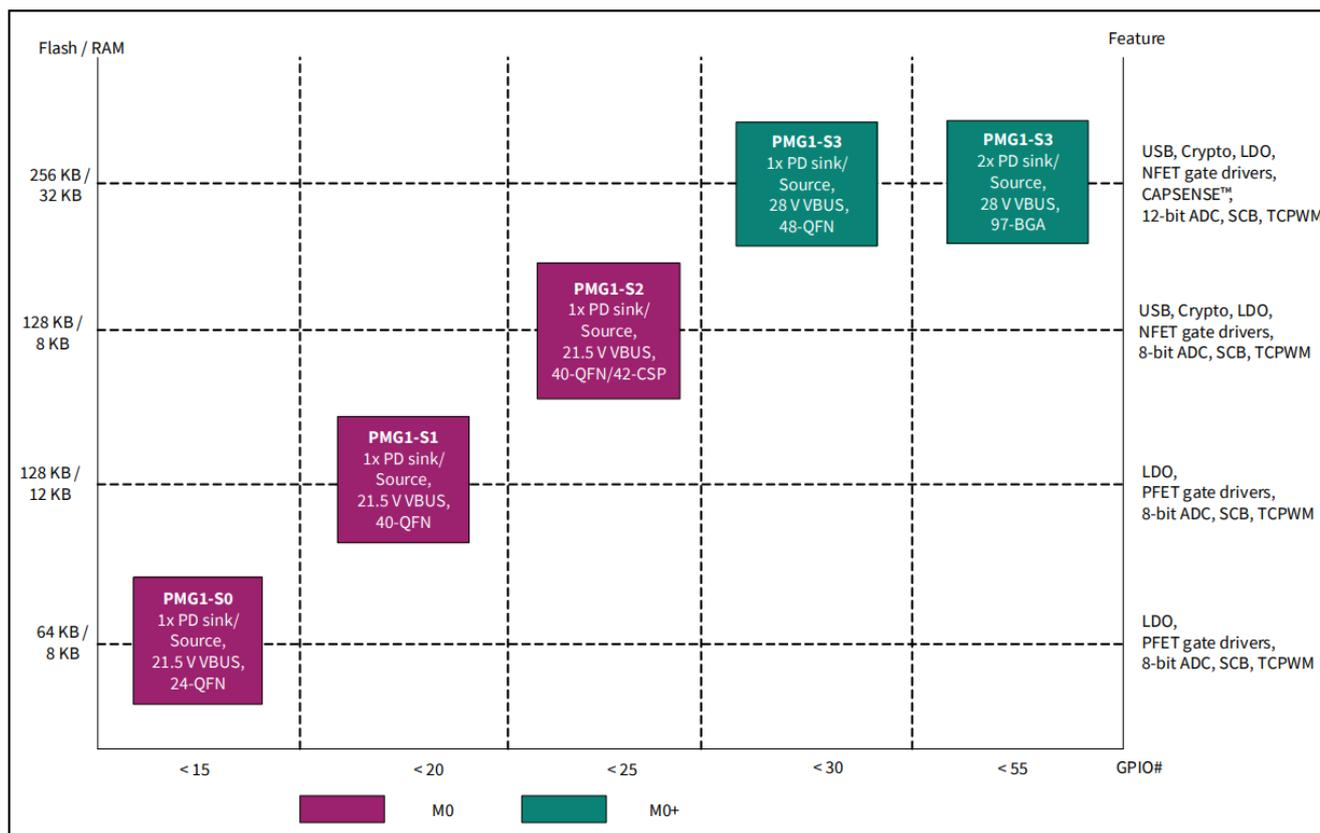

图1 PMG1系列细分情况
EZ-PD™ PMG1 (第一代供电 MCU) 是一系列的高电压 USB-C 供电 (PD) 微控制器 (MCU)。这些芯片拥有一个 Arm® Cortex®-M0/M0+ CPU、USB-C PD控制器以及模拟和数字外设。EZ-PD™ PMG1 ，并利用微控制器提供额外的控制能力。图1展示了 EZ-PD™ PMG1 系列的细分。